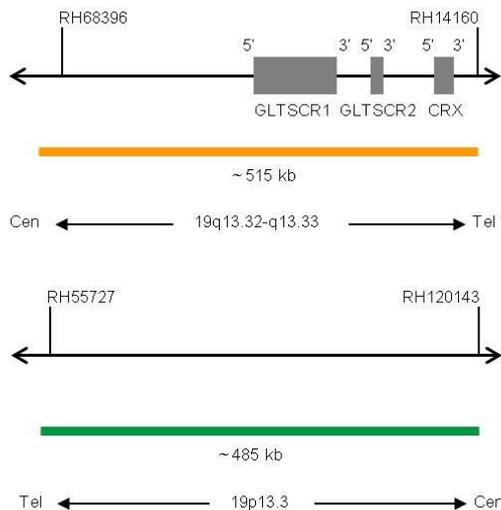

Fig. 2 : En haut : Carte de la sonde SPEC 19q13 ; En bas : Carte de la sonde SPEC 19p13 (pas à l'échelle)
- Polynucléotides marqués au ZyOrange (excitation 547 nm/émission 572 nm) (~4,5 ng/μl), qui ciblent des séquences en 19q13.32-q13.33* (chr19:47,857,776-48,374,564) (voir figure 2).
- Polynucléotides marqués au ZyGreen (excitation 503 nm/émission 528 nm) (~10,0 ng/μl), qui ciblent une séquence en 19p13.3* (chr19:658,555-1,144,465) (voir figure 2).